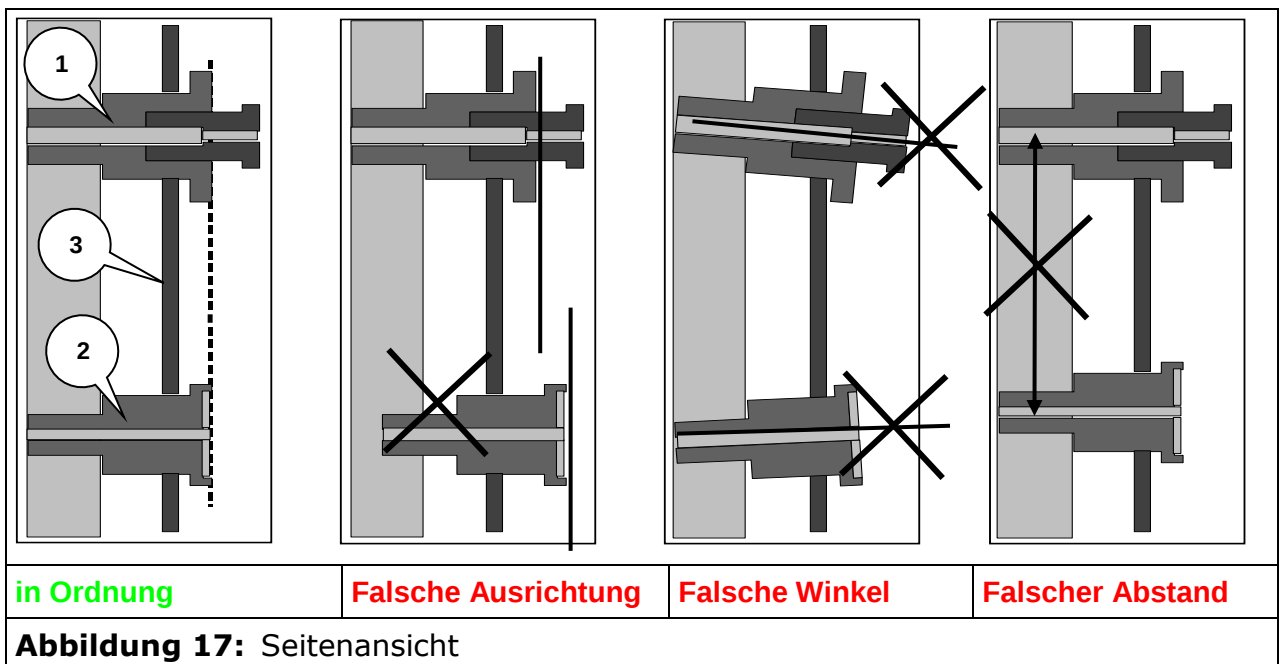

Abbildung 17: Seitenansicht
- Falsche Ausrichtung, falsche Winkel und falsche Abstände sind zu vermeiden (siehe Abbildung 17).